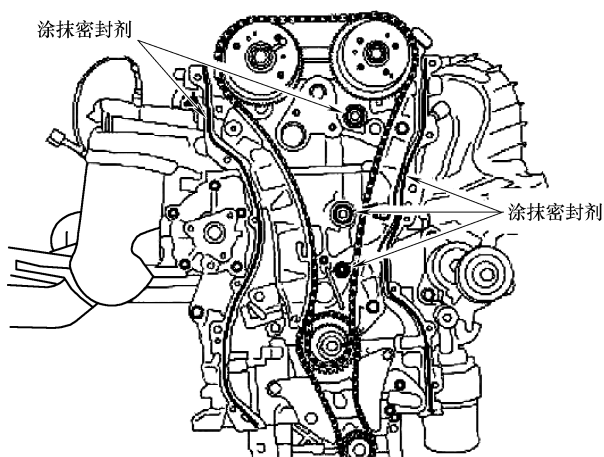

图 19-21 在发动机缸体上涂抹密封胶
- 5) 按照图 19-21 所示位置，在发动机缸体上涂抹密封剂。